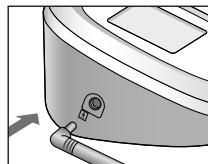

Рис.11
1. Вставьте штекер воздушного шланга в гнездо для подсоединения манжеты (рис.11).